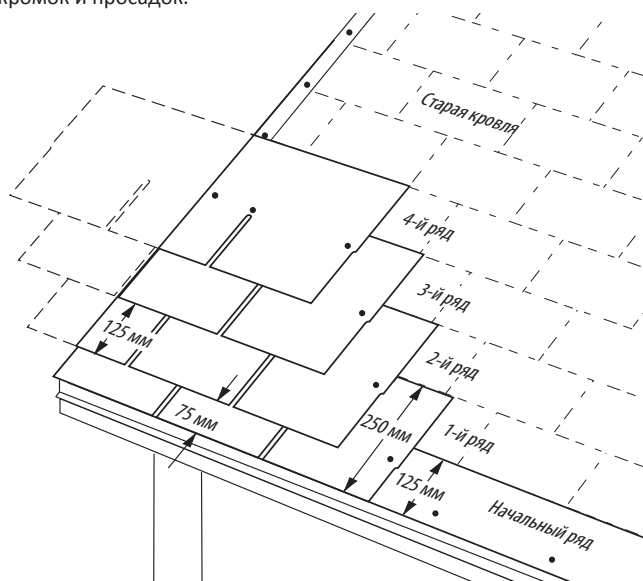

Рис. 13-14. Укладка гонта на существующую кровлю встык со старым гонтом.
2. Отрежьте 15,2 см с торца первого гонта начального ряда и уложите его поверх первого ряда старых гонтов, в левом нижнем углу крыши. Если используется капельник, то гонт начального ряда должен выступать за край ската и карнизов на 13 мм. Если капельник не используется, то гонт начального ряда должен выступать за край ската и карнизов на 19 мм (Рис. 13-14).
1. Для укладки первого ряда используйте полосовые гонты размером 25,4 см x 91,4 см, изготовленные путём обрезки язычков стандартных гонтов в нижней части на 5 см (Рис. 13-14).
1. Отрежьте 15,2 см с левого края целого гонта. Совместите верхнюю кромку этого куска гонта размером 30,5 см x 76,2 см с нижней кромкой гонта старого четвёртого ряда. Выровняйте левый край с левым краем первого ряда (Рис. 13-14).
1. В третьем ряду отрежьте 30,5 см с левого края целого гонта и уложите этот кусок шириной 61 см над гонтом нового второго ряда (Рис. 13-14). Совместите верхний край нового гонта с нижним краем старых гонтов в ряду выше него (пятый ряд старой кровли).